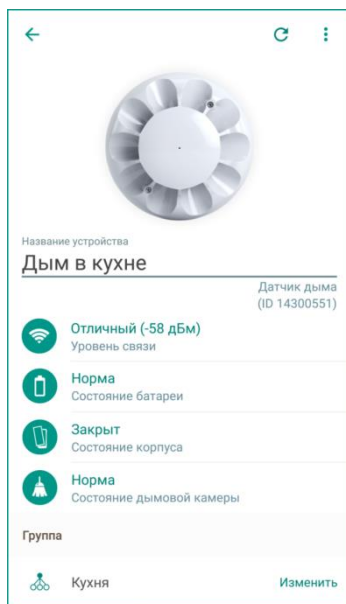

Рисунок 11.1 – Экран настройки датчика
1. В приложении на экране настройки датчика (в строке *Уровень связи*, см. рисунок 11.1).
Текущие параметры работы отображаются на экране настройки датчика (см. рисунок 11.1):
- 1) Откройте экран настройки датчика в приложении (см. рисунок 11.1).